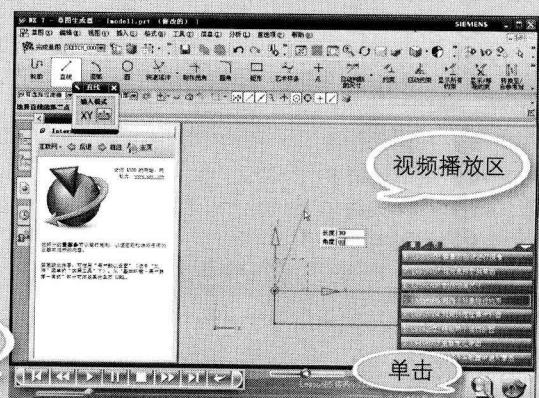

图2 视频播放界面
- ② “目录浏览区”是书中所有视频教程的目录，在右侧的“目录浏览区”中有以章序号顺序排列的按钮，单击按钮，即可切换到“视频播放区”对相应的视频文件进行播放，如图2所示。单击“视频播放区”中控制条上的按钮可以控制视频的播放，如暂停、快进等。单击■按钮，将展开下拉菜单，显示该章以节标题命名的所有视频文件的链接，以便于随时切换视频文件；单击■按钮，还可以对章进行切换。单击■按钮，可以对视频背景播放音乐进行更改。